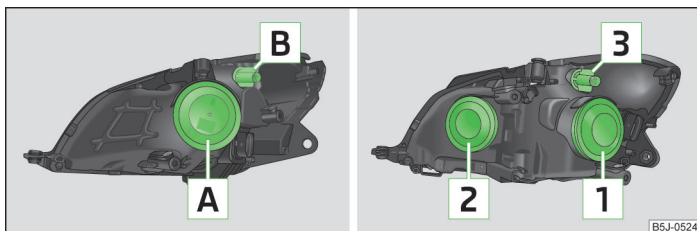

Fig. 153 Asignación de bombillas: Faros halógenos/faros proyectores halógenos
- Retirar la tapa de goma **A** » fig. 153 de la página 195.
- Retirar la tapa de goma **1** » fig. 153 de la página 195.
- Retirar la tapa de goma **2** » fig. 153 de la página 195.
- Girar el portalámparas **B** » fig. 153 de la página 195 o el portalámparas **3** hasta el tope **en el sentido contrario** al de las agujas del reloj y sacarlo junto con la bombilla para la luz intermitente.
- Retirar la tapa de goma **A** » fig. 153 de la página 195 o **2**.